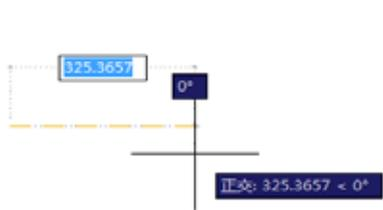
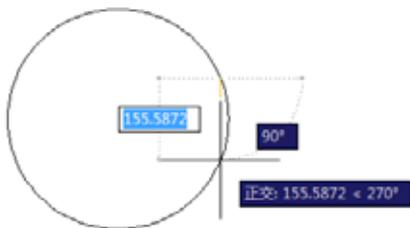

图 2-55
图 2-56
(4) “三点”模式: 该模式是通过指定圆周上三点进行绘制。第一个点为圆的起点, 第二个点为圆的直径点, 第三个点为圆上的点, 如图 2-55、图 2-56 所示。命令行的提示及相关操作说明如下。